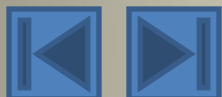

Рис. 63. Снятие крыльчатки насоса: 1 — съемник А.40026; 2 — крыльчатка
- закрепите крышку в тисках, используя прокладки, и снимите крыльчатку 2 (рис. 63) с валика съемником А.40026;